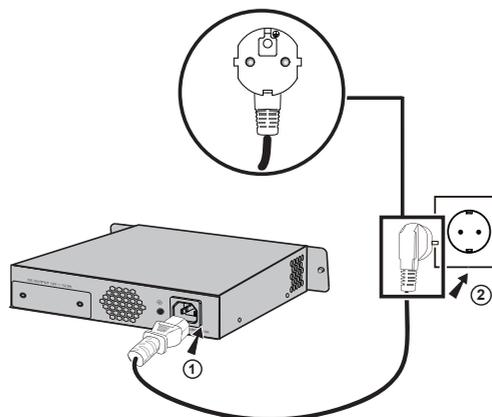

Figura 5-6 Energização do RPS150
4. Conecte a tomada de entrada AC do RPS150 e a tomada de alimentação com o cabo de alimentação fornecido com o RPS150, conforme mostrado na Figura 5-6.